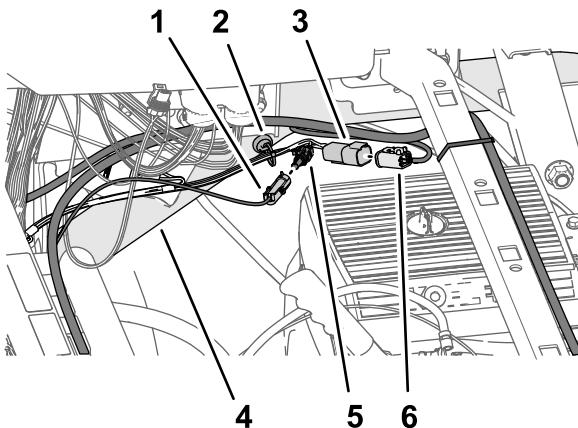

Figura 202
3. Ligue o conector de um pino da cablagem da bateria rotulado ***IMPORTANTE***LIGUE ESTE FIO UNICAMENTE A FONTE DE ALIMENTAÇÃO LIGADA 12 V (***)important*** only connect this wire to switched 12v power source) no conector de uma tomada da secção com 66 cm da cablagem do kit (Figura 202) rotulado SW'D PWR DE GEN 2 TOPCON (sw'd pwr for gen 2 topcon).
4. Ligue o conector de quatro pinos da secção de cablagem de 66 cm do kit rotulado ALIMENTAÇÃO ASC 10 E CAN DO X30 (asc 10 pwr & can from x30) ao conector de quatro tomadas da secção da cablagem de dados rotulado CAN 2/ASC10 BUS (Figura 202).